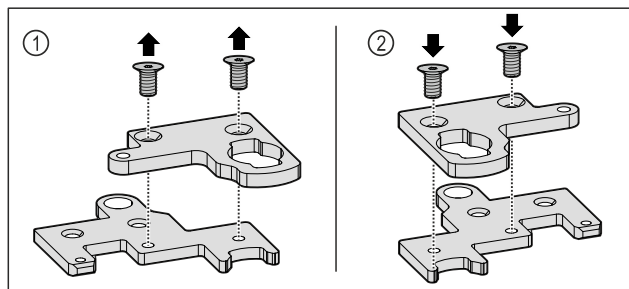

Fig. 27
- Disassemblare l'angolo della cerniera composto da due elementi. Fig. 27 (1)
- Ruotare l'angolo della cerniera composto da due elementi di 180° e rimontarlo. Fig. 27 (2)